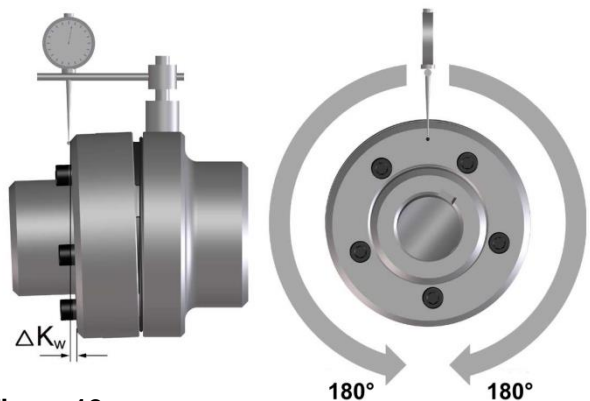

Figura 12
- ❑ Mida una revolución completa (360°). Determine la desviación máxima ΔK_{w1} y la desviación mínima ΔK_{w2} (Figura 12). Calcule el desplazamiento angular $\Delta K_w = \Delta K_{w1} - \Delta K_{w2}$.